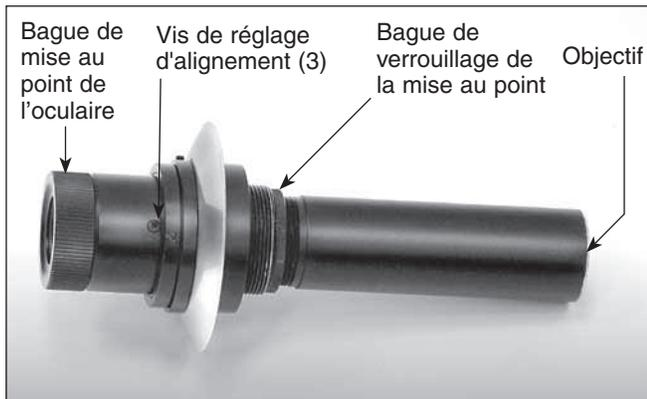
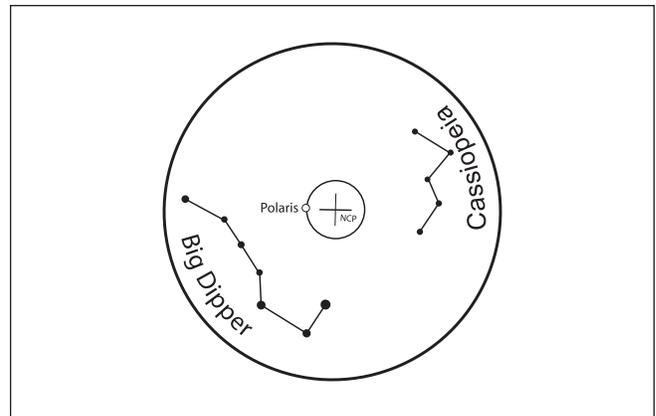

Figure 10. Chercheur polaire
Figure 11. La mire du chercheur polaire montre les positions de la Grande Ourse et de Cassiopee par rapport à l'Étoile Polaire et au pôle Nord céleste (PNC).
La monture Atlas est livrée avec un chercheur polaire (**Figure 10**) situé à l'intérieur de l'axe d'ascension droite de la monture. Lorsqu'il est correctement aligné et utilisé, il permet un alignement polaire précis, rapide et facile à effectuer. Le chercheur polaire fourni avec la monture Atlas peut être utilisé pour l'alignement polaire dans l'hémisphère nord. C'est-à-dire que le graphique de la mire du chercheur polaire dispose de schémas d'étoiles-guides utiles pour l'alignement dans l'hémisphère nord (**Figure 11**). Retirez le couvercle de l'oculaire du chercheur polaire pour observer à travers, et assurez-vous de retirer le couvercle sur l'ouverture frontale du boîtier de montage.
4. Regardez de nouveau dans le chercheur polaire. L'objet observé est-il encore centré sur le réticule ? Si c'est le cas, aucun réglage supplémentaire n'est nécessaire. Dans le cas contraire, visez l'objet dans le chercheur polaire tout en faisant pivoter la monture autour de l'axe d'ascension droite. Vous remarquerez que l'objet que vous avez centré précédemment se déplace sur une trajectoire circulaire. Utilisez la clé Allen de 1,5 mm pour ajuster les vis de réglage d'alignement sur le chercheur polaire (**Figure 10**) et déplacez l'objet de MOITIÉ de la distance vers la croix. Puis recentrez l'objet sur la croix comme à l'étape 2 en utilisant les boulons en L de réglage de la latitude et les molettes de réglage de l'azimut.
La mise au point du chercheur polaire s'effectue normalement par une simple rotation de la bague de mise au point de l'oculaire. Toutefois, si après l'ajustement de la bague de mise au point, vous trouvez que l'image du réticule est nette, mais que les étoiles sont floues, vous devez alors régler la netteté de l'objectif du chercheur polaire. Pour ce faire, retirez d'abord le chercheur polaire de la monture en le dévissant. Pointez le chercheur polaire vers une étoile (durant la nuit) ou vers un objet lointain situé au moins à 400 m de distance (pendant la journée). Utilisez la bague de mise au point de l'oculaire pour faire la mise au point du réticule. Ensuite, desserrez la bague de verrouillage de la mise au point (**Figure 10**) et faites glisser l'extrémité de l'objectif du chercheur vers l'intérieur ou vers l'extérieur jusqu'à ce que les images soient nettes. Resserrez la bague de verrouillage de mise au point. Une fois que l'objectif du chercheur polaire est au point, il ne devrait plus être nécessaire de l'ajuster de nouveau.